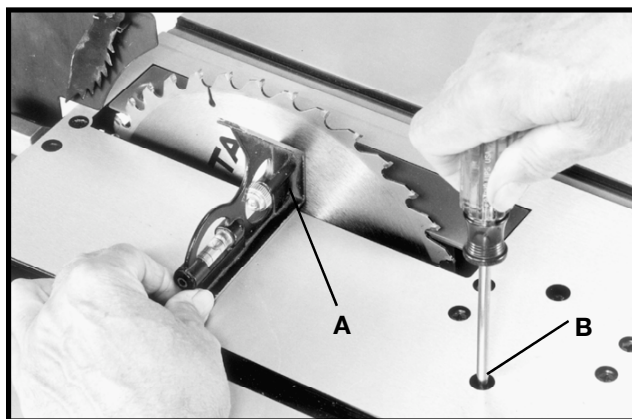

Fig. 38
3. Placer une équerre (A) fig. 38, sur la table avec une de ses extrémités contre la lame comme illustré et vérifier que la lame est perpendiculaire par rapport à la table. Si ce n'est pas le cas, desserrer la vis (B) de quelques tours, puis déplacer le mécanisme d'inclinaison de la lame jusqu'à ce que la lame soit à 90° par rapport à la table. Puis serrer la poignée de blocage de l'inclinaison de la lame et serrer la vis (B) jusqu'à ce qu'elle vienne en butée.